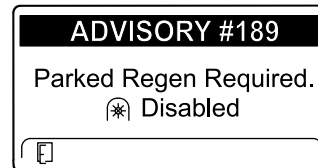

Figure 49
- Si vous n'exécutez pas de régénération en stationnement dans un délai de 2 heures, l'InfoCenter affiche ADVISORY #189 (avis n° 189) s'affiche pour demander une régénération en stationnement – prise de force désactivée (Figure 49).